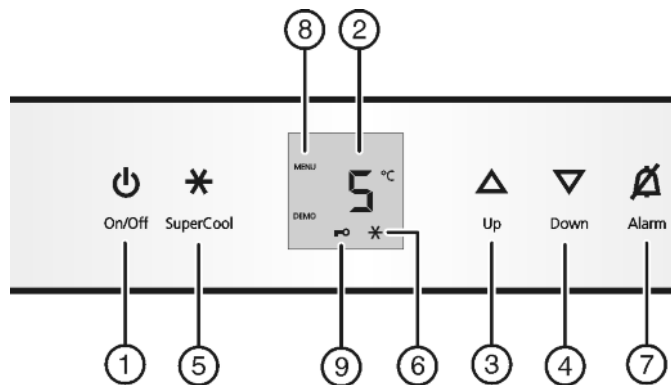

Fig. 2
- ▶ Stlačte tlačidlo On/Off Fig. 2 (1).
- ▶ Aktivujte režim nastavenia: Tlačidlo SuperCool Fig. 2 (5) stlačte na cca 5 s.
- ▶ Tlačidlo SuperCool Fig. 2 (5) stlačte krátko pre potvrdenie. Ak sa na indikátore zobrazí **cl**:
- ▶ Pre zapnutie detskej poistky stlačte krátko tlačidlo SuperCool Fig. 2 (5).
- ▷ Symbol detskej poistky Fig. 2 (9) svieti. Na indikátore bliká **c**.
- ▶ Pre vypnutie detskej poistky stlačte krátko tlačidlo SuperCool Fig. 2 (5).
- ▷ Symbol detskej poistky Fig. 2 (9) zhasne. Na indikátore bliká **c**.
- ▶ Deaktivácia režimu nastavenia: Stlačte tlačidlo On/Off Fig. 2 (1).
- ▶ Stlačte tlačidlo Alarm Fig. 2 (7).
▶ Nastavenie vyššej teploty: Stlačte nastavovacie tlačidlo Up Fig. 2 (3).
▶ Nastavenie nižšej teploty: Stlačte nastavovacie tlačidlo Down Fig. 2 (4).
- ▶ Tlačidlo SuperCool Fig. 2 (5) krátko stlačte.
- ▷ Symbol SuperCool Fig. 2 (6) svieti na indikátore.
- ▷ Symbol SuperCool Fig. 2 (6) na indikátore zhasne.